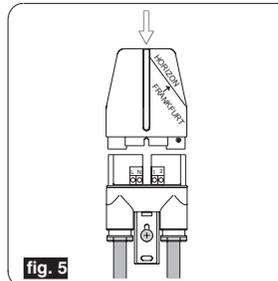
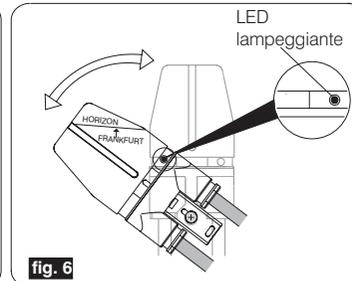

fig. 5
fig. 6
- Il ricevitore deve essere installato nelle zone sufficientemente coperte dal segnale orario trasmesso da Francoforte (D), nella cui direzione deve essere orientata la freccia serigrafata sul contenitore, in modo tale che il led rosso lampeggi il più possibile con regolarità emettendo un breve flash ogni secondo (vedi fig. 6). Inoltre la linea indicata come "HORIZON" dovrà essere il più possibile parallela all'orizzonte terrestre.
- inserire la calotta (fig. 5) e premere fino a portarla in battuta sulla vite imperdibile; il LED di segnalazione ricezione segnale orario risulta visibile (fig.6), i faston della parte circuitale ed i morsetti della base sono in contatto
- per un corretto funzionamento, orientare il ricevitore in modo tale da garantire una ricezione ottimale, indicata dal LED rosso che deve lampeggiare con regolarità emettendo un breve flash ogni secondo (fig.6)
- The receiver must be installed in areas adequately covered by the time signal broadcast from Frankfurt (D) in whose direction the arrow silk-screen printed on the container must be pointed so that the red LED flashes as regularly as possible, emitting one short flash every second (see fig. 6). Also, the "HORIZON" line must be as parallel as possible to the earth's horizon.
- Fit the cap (fig. 5) and press down on the self-retaining screw, the LED indicating reception of the time signal is visible (fig. 6), the fastons on the circuit side and the terminals on the base are in contact
- For correct operation, turn the receiver to ensure optimum reception, indicated by the red LED which must flash regularly, emitting one short flash every second (fig. 6).